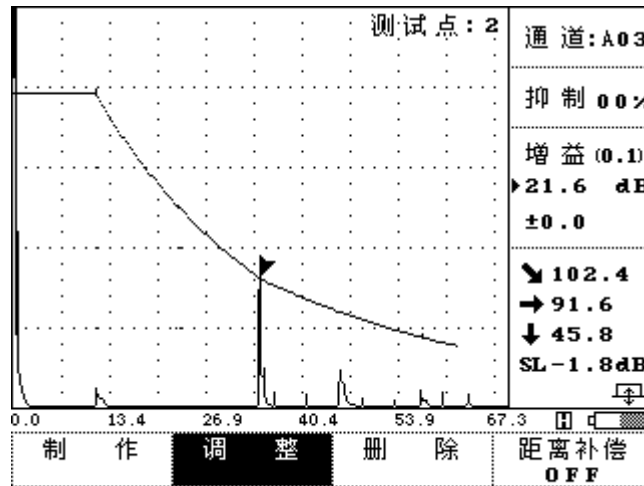

图 3-6-6
- 按 **曲线** 键或右转旋旋钮到 **曲线** 栏单击先进入曲线制作功能菜单，按调整相对应的 **调整** 键或转动旋旋钮到 **调整** 栏单击进入曲线调整功能，此时该栏反显，同时波幅曲线的第一个测试点上显示一个大三角形。在回波显示区的右上角显示：**测试点：1** 的字样，说明此点被选定为调整点。如图 3-6-6 所示。